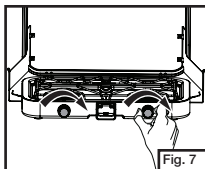

Fig. 7
- Cierre firmemente la válvula del quemador girando a mano en el sentido de las agujas del reloj. (Fig. 7)